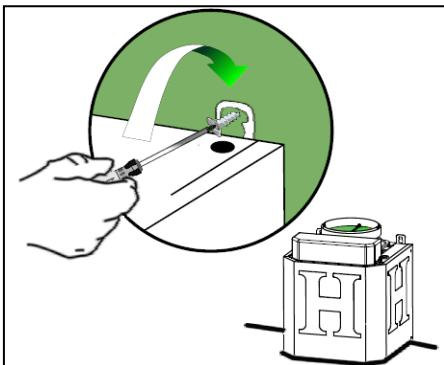

图.9
- 用配套的 2 (two) ST5 x 50 螺丝把机体固定到墙上。拧紧螺丝。注意：如果需要可调整机身平衡。(图. 9).
校准机体(如果需要)(图.9)